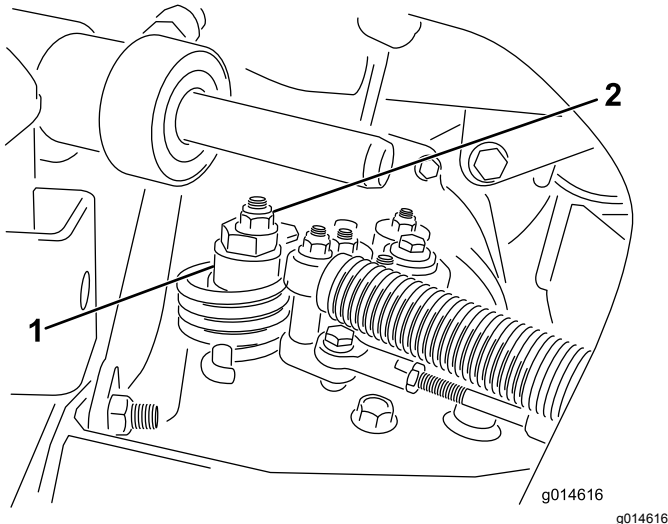

Figura 35
- A. Afloje la tuerca que sujeta el excéntrico a la parte superior del hidrostato (Figura 35).
- C. Gire el excéntrico hasta que no haya movimiento en ningún sentido. Cuando la rueda deje de girar, apriete la tuerca para bloquear el excéntrico y el ajuste (Figura 35). Compruebe el ajuste con el acelerador en las posiciones LENTO y RÁPIDO.